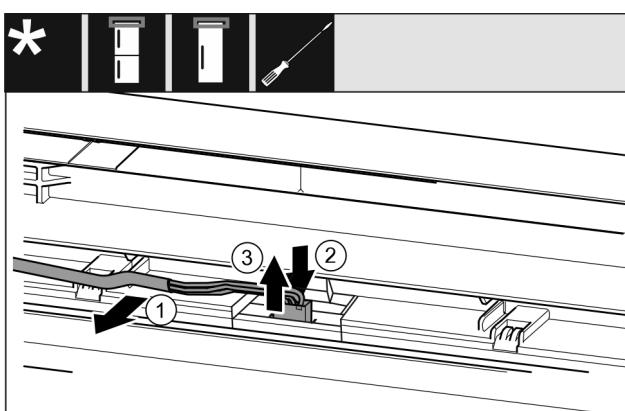

Fig. 20
- Απελευθερώστε το γκρι καλώδιο προσεκτικά από τον οδηγό στην πόρτα. Fig. 20 (1)
- Πιέστε το αυτάκι πίσω από το φίς προς τα πίσω. Fig. 20 (2)
- Αφαιρέστε το φίς τραβώντας το προσεκτικά προς τα επάνω. Fig. 20 (3)